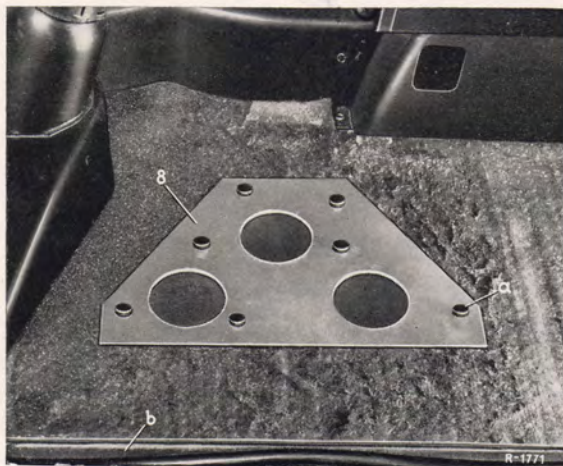

Bild 47-1/2
- Anm.:** Sofern eine Bitumenpappe auf dem Kofferboden vorhanden ist, dieselbe entsprechend den Außenmaßen der Schablone ausschneiden und Bodenblech reinigen. Schablone wieder auflegen. Dann übrige Löcher anzeichnen und mit 7 mm ϕ bohren (Bild 47-1/2).
5. Verstärkungsplatte (8) mit Dichtscheiben (9) in den Kofferboden einsetzen und Halter (12 und 13) für die Förderpumpe (39) an den Gewindebolzen der Verstärkungsplatte anschrauben. An der hinteren Schraube des rechten Halters (13) gleichzeitig Befestigungsschelle (18) für den Kraftstoffschlauch (38) befestigen (Bild 47-1/1).
6. Schwingmetallpuffer (40) in die Halter (12 und 13) einschrauben (Bild 47-1/1).
7. Befestigungsschellen (14 und 15) an den elastischen Lagerungsring der Förderpumpe so anbringen, daß die Anschlüsse der Pumpe nach hinten zeigen. Anschließend Pumpe an den Schwingmetallpuffern (40) befestigen.